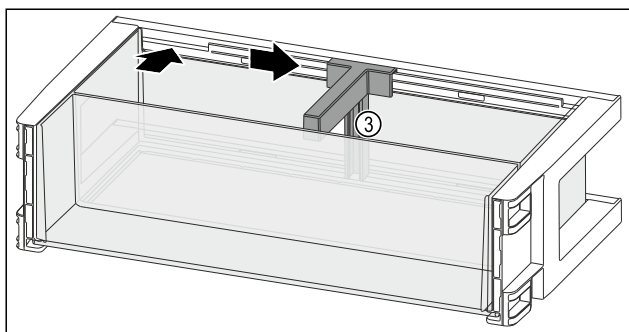

Fig. 113
- ▶ Vstavite držalo za steklenice Fig. 113 (3) v odprtino.
- ▶ Držalo za steklenice Fig. 113 (3) potisnite na stran do železnega položaja.